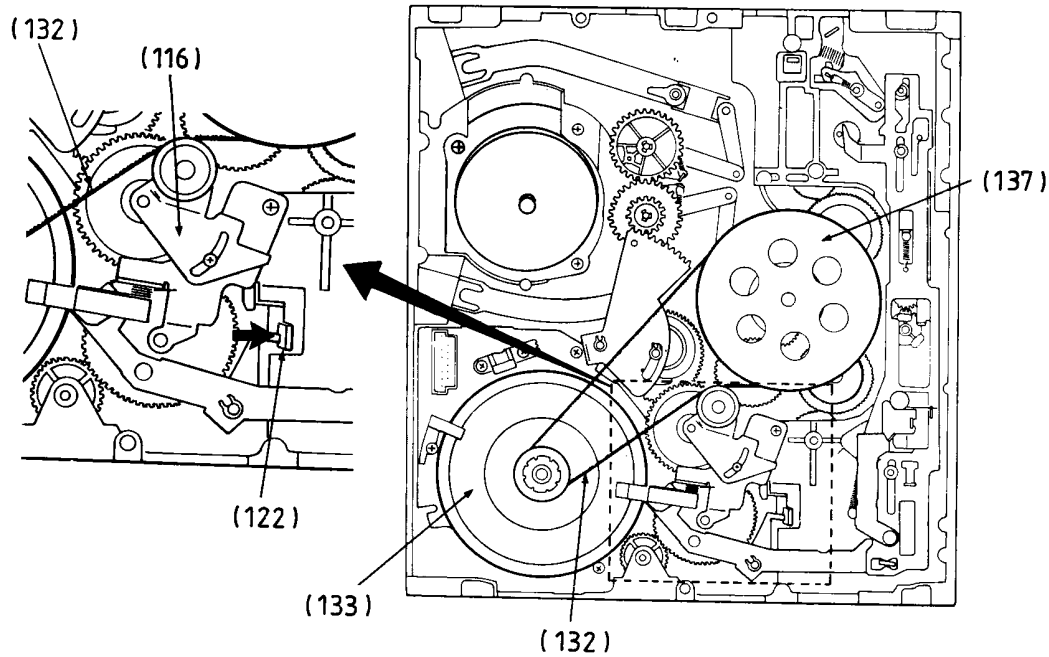

Fig. 3
- Umstellhebel (122) durch Drücken in Pfeilrichtung (Fig. 3) ausrasten.
- Capstanrotor langsam gegen den Uhrzeigersinn drehen, bis die Kupplungsscheibe (116) gesperrt ist (ein Sperrpunkt pro Umdrehung).
- Release the change lever (122) by pressing it in the direction of the arrow (Fig. 3).
- Turn the capstan rotor slowly counter-clockwise until the clutch disk (116) locks (one locking position per revolution).